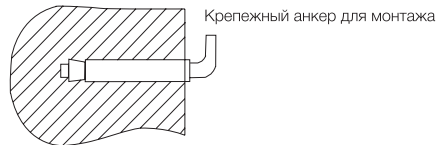

Рис. 2.
2. После выбора места монтажа определите места под два крепежных болта с крючками (в зависимости от спецификаций выбранного изделия). Прodelайте в стене два отверстия необходимой глубины с помощью сверла размером, соответствующим размеру крепежных болтов, вставьте винты, поверните крюк вверх, плотно затяните гайки, а затем установите на него электрический водонагреватель (см. рис. 2).